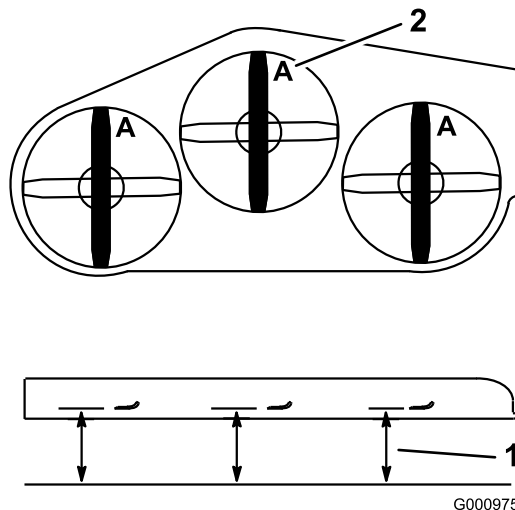

Figure 81
3. Tournez les lames dans le sens longitudinal. Mesurez la distance entre la surface plane et le tranchant (position A) des lames (Figure 81). Notez cette valeur.